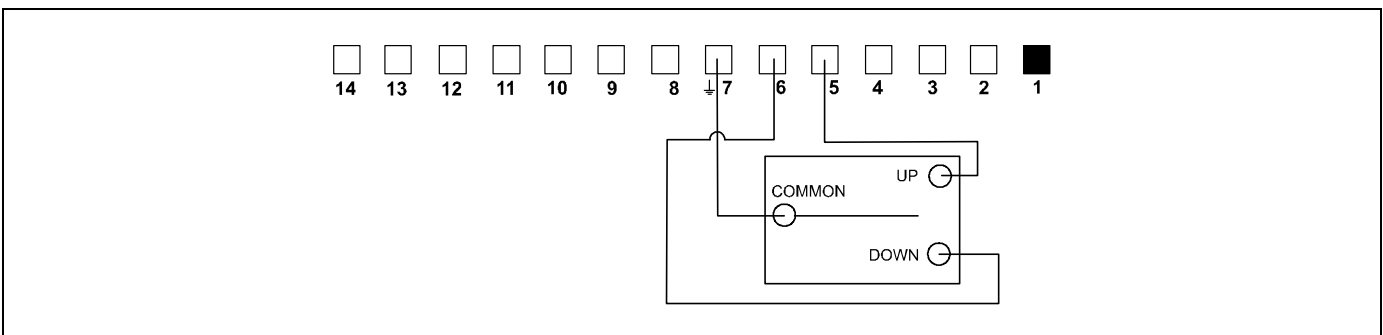

рис. 31
**ПРИМЕЧАНИЕ.** Если необходимо управлять устройством за пределами рабочего диапазона пульта ДУ, можно воспользоваться соединенным проводами переключателем или аналогичным устройством. См. раздел *Замыкания «сухих» контактов* (см. рис. 31)
1. Подключите общий провод от переключателя к клемме 7. (см. рис. 31)